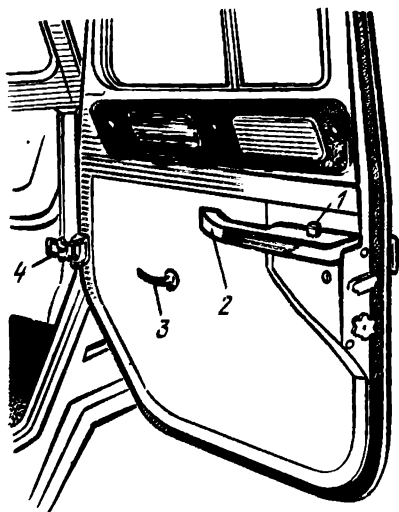

Рис. 213. Оборудование двери:
**Снятие и установка двери.** Для снятия двери необходимо установить ее в крайнее открытое положение и снять ограничитель 4 (рис. 213). Отвернув болты крепления петель к кузову, снимают дверь.